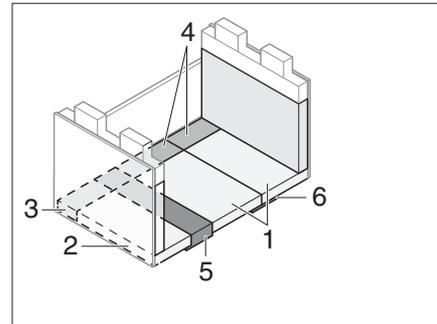

Fig. 199 Dopo la trasformazione
- Applicare i cuscini del divano, dello schienale e aggiuntivi come illustrato in Fig. 199.
- ▷ Per ottenere un maggior comfort in posizione distesa, si può rimuovere lo spessore dal cuscino dello schienale (Fig. 199,2).